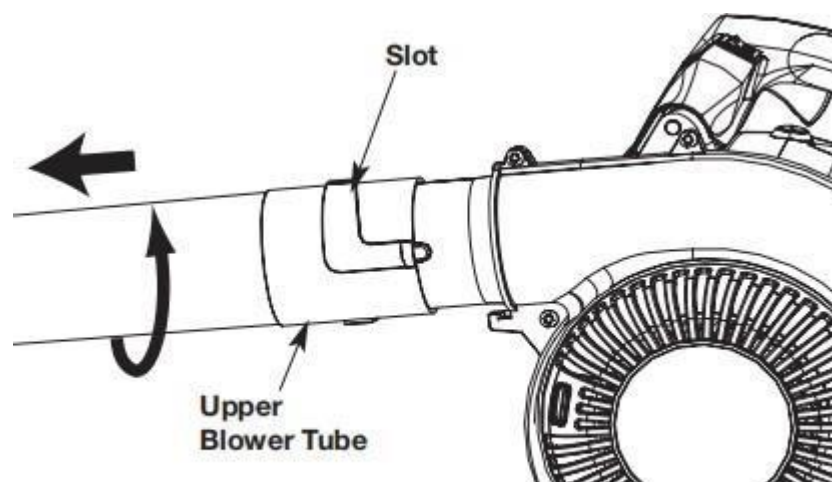

Fig. 3
- Draai de bovenste blaaspijp tegen de klok in totdat deze loskomt van de blaasuitlaat (Fig. 3).